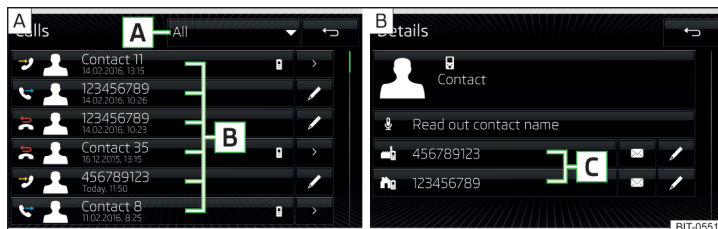
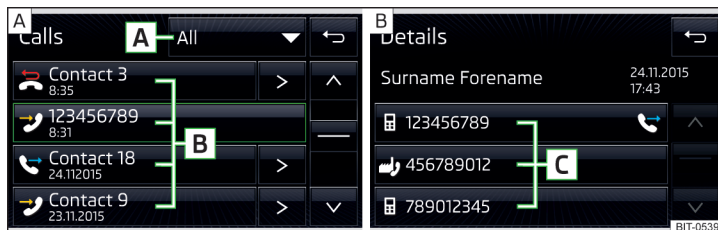

Fig. 188 Infotainment Columbus, Amundsen, Bolero: Lista de llamadas / detalle del contacto
Fig. 189 Infotainment Swing: Lista de llamadas / detalle del contacto
- » En el menú principal *Teléfono* pulse la superficie funcional **☎️**, se muestra una lista de llamadas » fig. 188 y/o » fig. 189 - **A**.